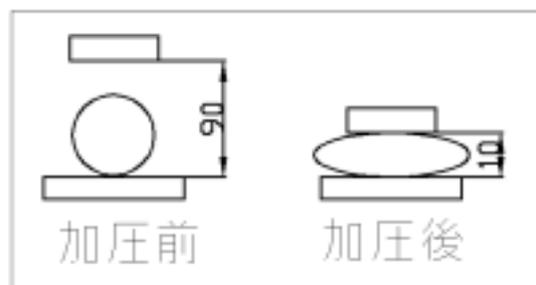

図9-2 加圧動作
- ・レバー（長さは500mm）を60度回転させると、プレス部が約80mm動くような機構を考える（但し、末端で増圧できるような機構にすること、加圧部詳細は図9-2参照）。